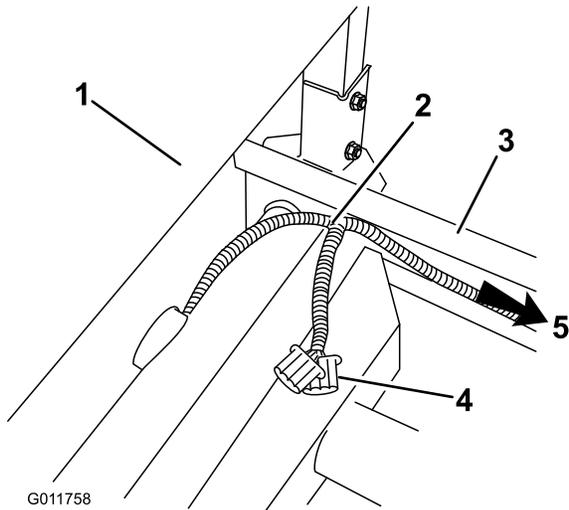

Figure 13
14. Sur le couvercle du ROPS, derrière l'ensemble siège, faites passer le faisceau de câblage qui se trouve sous le siège au-dessus du bâti. Assurez-vous que le connecteur d'alimentation du système de pulvérisation est bien sorti de sous le véhicule (Figure 13).